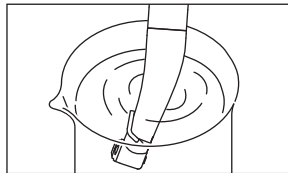

Abb. 11
- 3) (Nur für X-SG20L / SG20) Tauchen Sie den Handstückkopf ca. 20 mm tief in Wasser ein und lassen Sie das Handstück ca. 15 Sekunden lang rotieren, wobei Sie die Rotationsrichtung von vorwärts nach rückwärts wechseln (Abb. 11)